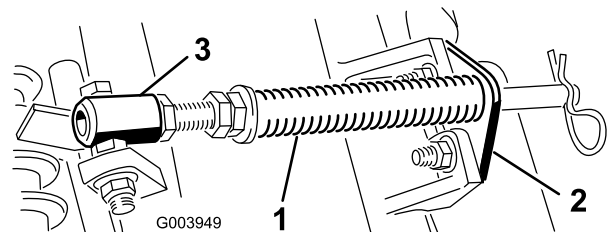

Bild 10
- A. Nehmen Sie die zwei Schlossschrauben und Muttern ab, mit denen die Stangenhalterung an den Nasen des Mähwerks befestigt ist (Bild 10).
- B. Nehmen Sie die Bundmutter ab, mit denen die Schraube des Federrohrs an der Trägerrahmenlasche befestigt ist (Bild 10). Nehmen Sie das Bauteil ab.